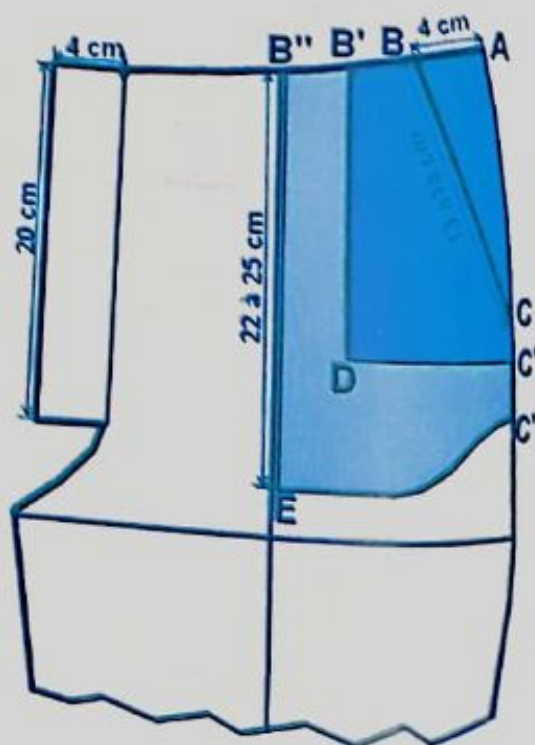

FIG. 2
**POCHE** : tracez l'ouverture de la poche de 15 à 16 cm (valeur moyenne) et tracez la parementure et le fond de poche selon l'ouverture choisie (fig.2) (voir tracé des poches en biais).